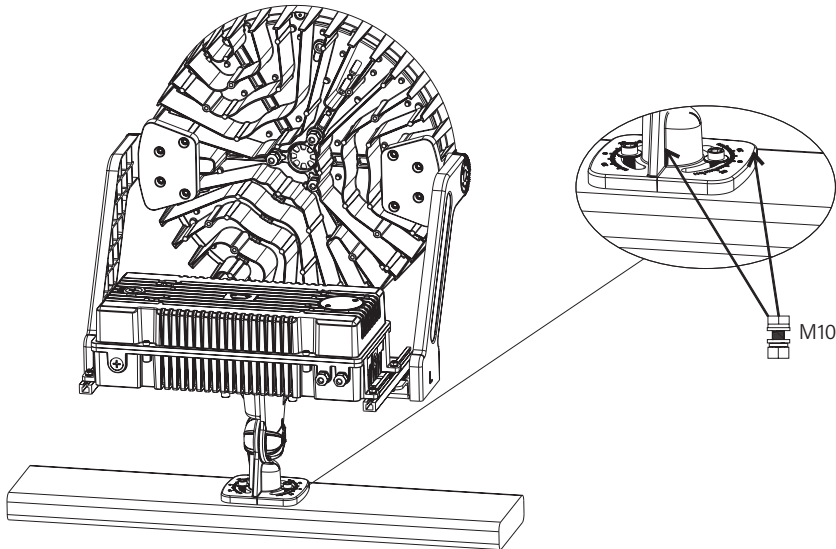

Figure 16
- Une fois le support d'articulation fixé au luminaire, fixez-le au bras transversal avec des boulons M10, un écrou et des rondelles. (Figure 16)